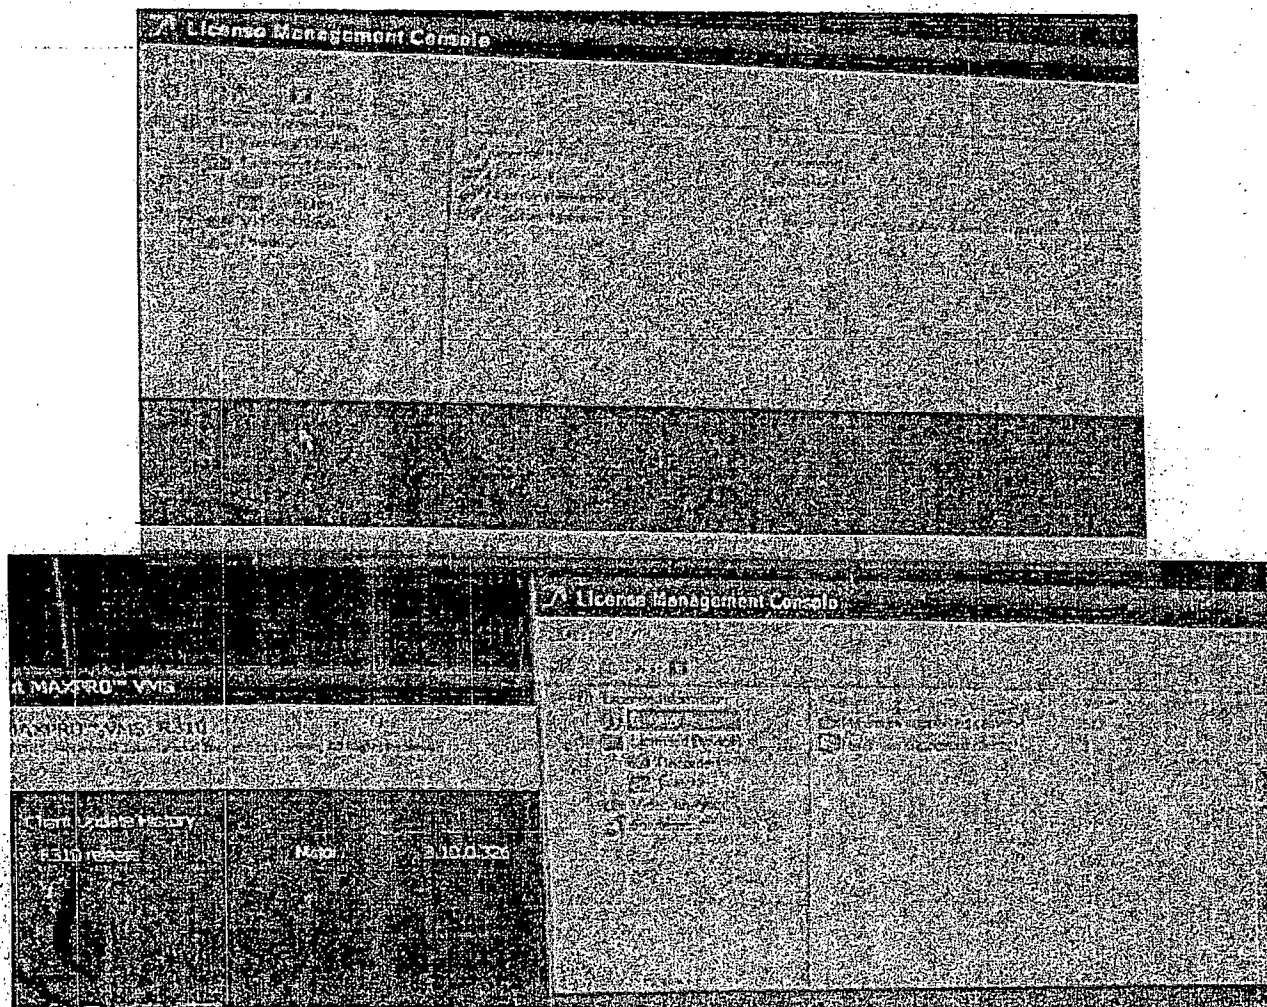

Imagen 3. Estado Licencia MAXPRO VMS..
- 3) En cuanto a licenciamiento, se tienen 2 tipos de licencia, la primera licencia MAXPRO VMS, la cual se validó, que se encontraba en los servidores (SVR-MAJURO: 172.16.84.5; SVR-WELLINGTON:172.16.84.4) se puede observar el estado del software Maxpro VMS, el cual es el encargado de administrar las 15 Nvrs, la licencia soporta 512 cámaras, 2 clientes en simultaneo, el estado de la licencia es autorizada y permanente. (Ver imagen 3). La segunda licencia MAXPRO NVR, es la licencia de las NVR locales, la cual se encuentra en un estado desconocido, esta se podrá validar a medida que se pueda ingresar a la NVR y recuperar la información, de cada NVR. (Ver Imagen 4).